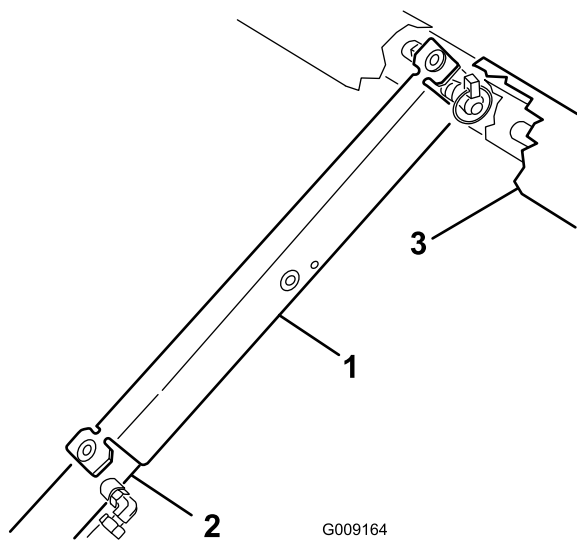

Figura 12
9. Spingete il supporto del pianale sull'asta del cilindro, assicurandovi che le alette alle estremità del supporto poggino sull'estremità della canna del cilindro e sull'estremità dell'asta del cilindro (Figura 12).